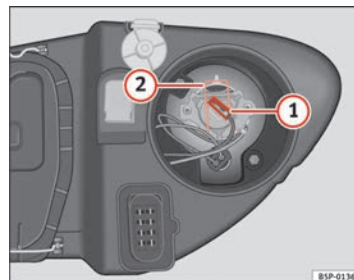

Fig. 169 Máximos
- Retirar o conector ⇒ fig. 169 ① da lâmpada.
- Prima a mola de fixação ⇒ fig. 169 ② pressionando-a para dentro e para a direita.